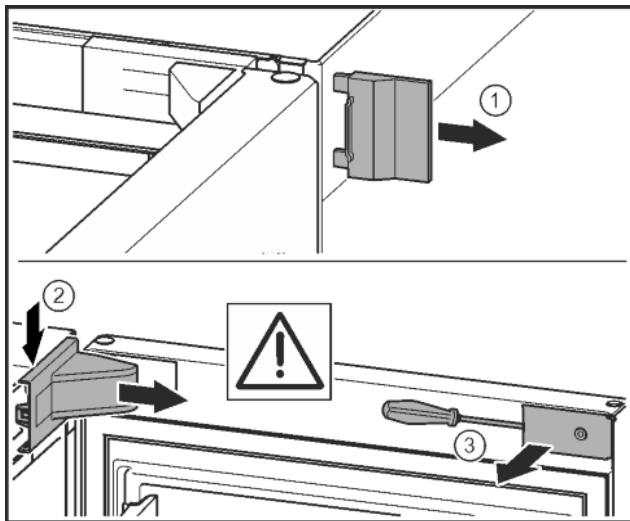

Fig. 9
- Buitenste afdekking verwijderen. Fig. 9 (1)
- Lagerboutafdekking ontgrendelen en losmaken. Afdekking van de lagerbus verwijderen. Fig. 9 (2)
- Paneel met de sleufschroevendraaier losmaken en naar de zijkant draaien. Fig. 9 (3)